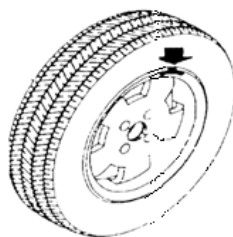

Abbildung 14-2
4. Drehen Sie das Rad langsam, und wenn die Kontrollleuchte für die Position des äußeren Gegengewichts aufleuchtet und "OK" anzeigt, schlagen Sie das entsprechende Auswuchtgewicht in der 12-Uhr-Position an der Außenseite der Felge ein, (Abbildung 14-2)